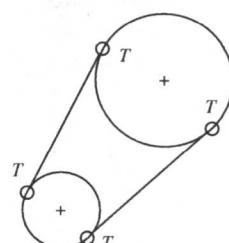

图 2-4 用“相切线”
(4)如果图形窗口内存在两个圆或圆弧,可以单击 按钮以选择“相切线”命令。用鼠标左键依次选择两个圆或圆弧,生成与两圆弧相切的直线。相切的位置由选择圆弧时的鼠标单击点决定,如图 2-4 所示。